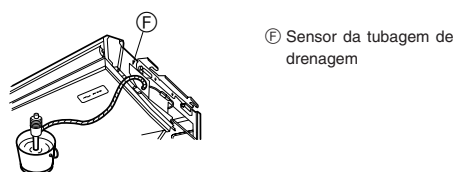

Fig. 5-3
1. Fixe o casquilho de junta ⑤ fornecido com a unidade à porta de drenagem na unidade com um adesivo de cloreto de vinilo.
2. Aperte a tampa da tomada ⑥ fornecida com a unidade ao casquilho de junta ⑤.
3. Fixe a tubagem de drenagem do campo (VP-20) ao casquilho de junta ⑤ com um adesivo de cloreto de vinilo.
4. Isole a tampa de tubagem de drenagem ⑦ fornecida com a unidade. (Isolamento da costura)
5. Verifique se a drenagem se faz correctamente (Fig. 5-3)